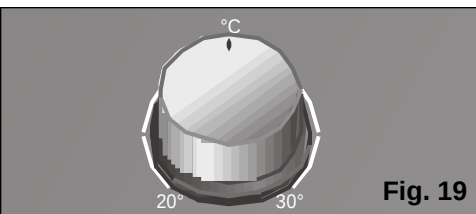

Fig. 19
- ☐ Positionnez le thermostat sur la température voulue, **Fig. 19**. Si l'appareil se débranche automatiquement car la pièce a atteint la température sélectionnée a, il faudra attendre que la température ambiante augmente de 2-3°C pour qu'il se remette en marche.
Afin d'éviter que la porte frontale de l'appareil ne tombe et n'occasionne des dommages physiques et/ou matériels, ces modèles comportent une butée de sécurité jusqu'à laquelle la porte peut s'ouvrir. Pour plus de commodité lors du nettoyage ou du changement des filtres, il est également possible de retirer la porte de l'appareil, **Fig. 19**. Dans ce cas, ou si, pour une raison quelconque, la porte venait à sortir de son emplacement d'origine, suivez les étapes suivantes pour la remettre en place correctement :